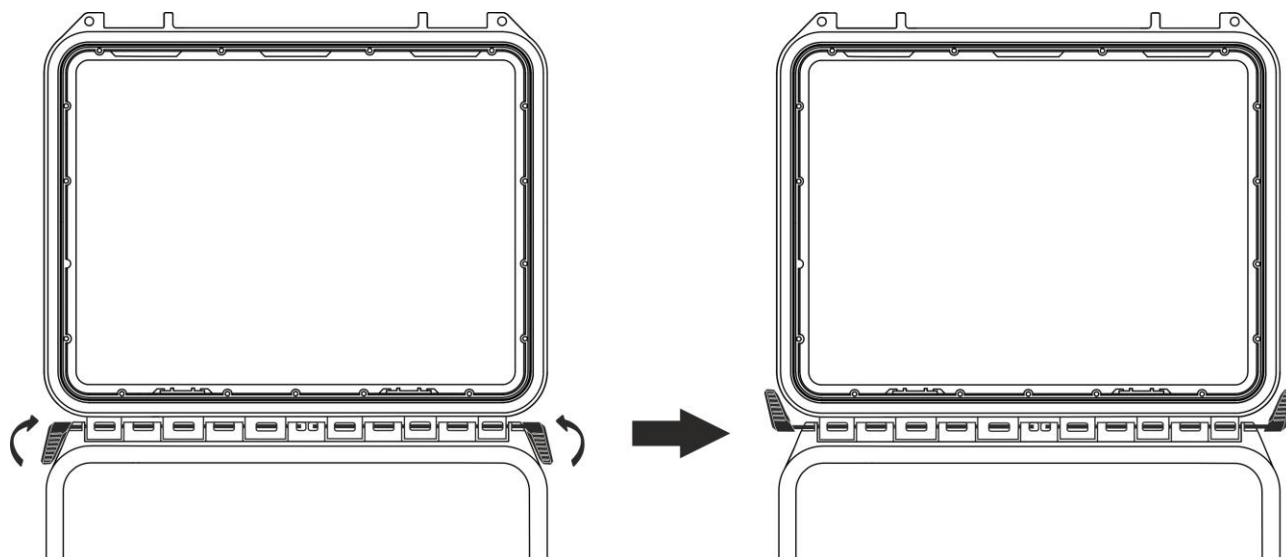

Fig. 5: Retrait du couvercle de la mallette de l'instrument – Étape 1
1. Ouvrir la mallette et tourner les deux goupilles de serrage comme indiqué dans la suivante Fig. 5